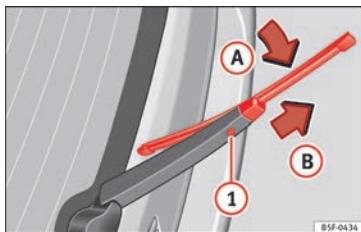

Fig. 142 Cambio de la escobilla de la luneta.
- Levante el brazo del limpiaparabrisas y abátalo un ángulo aproximadamente de 60° » fig. 142.
- Mantenga pulsada la tecla de desbloqueo ❶.
- Abata la escobilla en la dirección del brazo del limpiaparabrisas » fig. 142 (flecha A) y tire al mismo tiempo en el sentido que indica la flecha B. Es probable que tenga que emplear mucha fuerza.